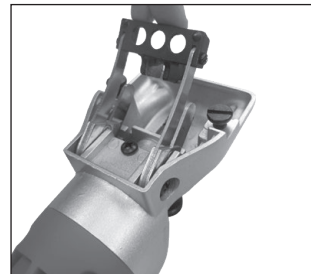

Abb. 6
3. Um die Schwingfedern zu tauschen, heben Sie die Schermesseraufnahme an und entfernen Sie die Schrauben an den Schwingfedern (Abb. 6).